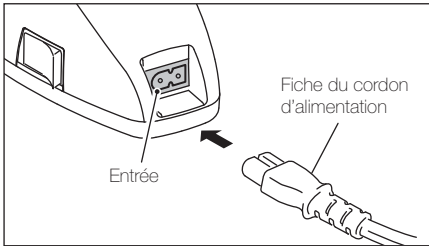

Fig. 1
1. Insérer la fiche du cordon d'alimentation dans le logement prévu se trouvant à l'arrière du chargeur. (Fig. 1)